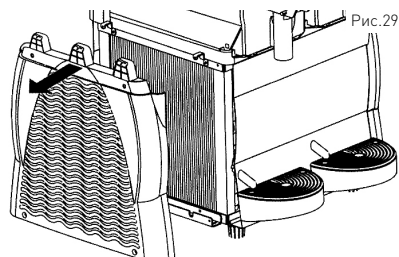

Рис.29
- 3) После удаления 4 винтов, снимите защитную панель. (См. Рис. 29)